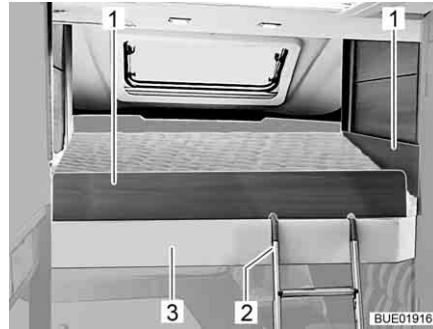

Fig. 106 Lit escamotable avec plaques de sécurité
- Mettre les plaques de sécurité (Fig. 106,1) en place entre le matelas et la bordure du lit (Fig. 106,3).
- Accrocher les deux étriers de l'échelle de montée (Fig. 106,2) à la bordure du lit (Fig. 106,3).
- Décrocher l'échelle de montée (Fig. 106,2) de sur la bordure du lit (Fig. 106,3).